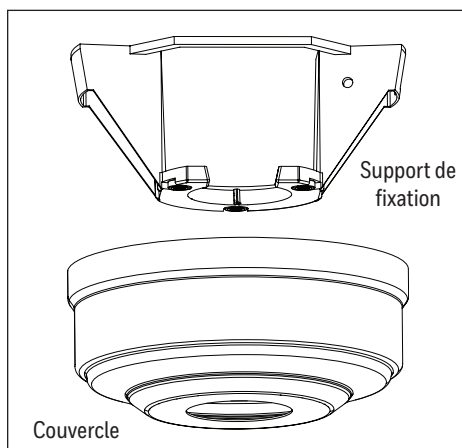

Figure 2.1
1. Tenez fermement la couvercle tout en tirant vers le haut le support de fixation magnétique pour la retirer. (Figure 2.1).